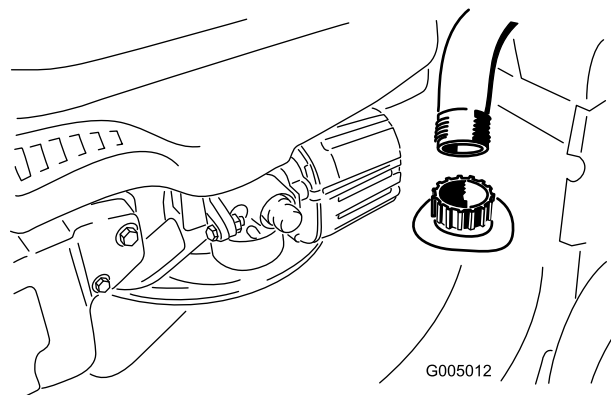

Figure 29
3. Fixez un tuyau d'arrosage connecté à l'alimentation au raccord de lavage situé sur le carter de la tondeuse (Figure 29).